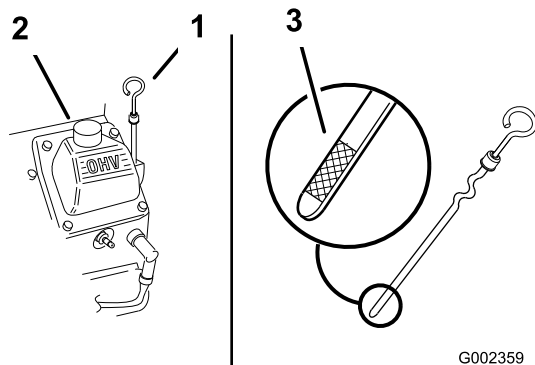

Figure 152
1. Nettoyez la surface autour du bouchon de remplissage et de la jauge d'huile (Figure 152).